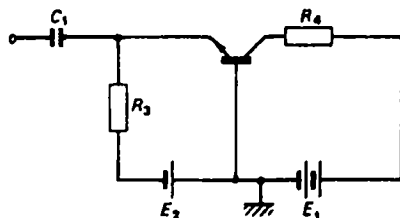

Figura 24.1 Amplificator BC cu E_1 și E_2 furnizând tensiunile de polarizare
Figura 24.1 prezintă un amplificator care folosește un tranzistor în configurație bază comună (BC). Sunt folosite două t.e.m. separate pentru a asigura polarizările necesare. C_1 este un condensator de cuplaj care aduce semnalul la intrare între emitor și bază. Ieșirea este luată de pe rezistența de sarcină R_4 .